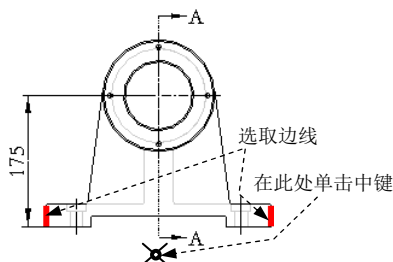

图 5.9.36 选取边线
(1) 在功能区中选择 **注释**  **尺寸** 命令。此时系统会弹出“选择参考”对话框。
(2) 选取图 5.9.36 所示的边线，然后在图 5.9.36 所示的位置单击中键，结果如图 5.9.37 所示。